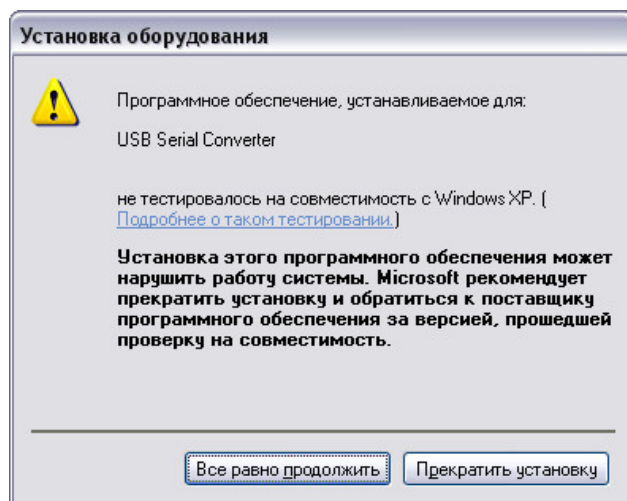

Рисунок 3.1
- 6) Во время установки драйвера устройства, несколько раз возникнет всплывающее окно установки оборудования (рисунок 3.1), необходимо каждый раз выбирать пункт «Все равно продолжить».